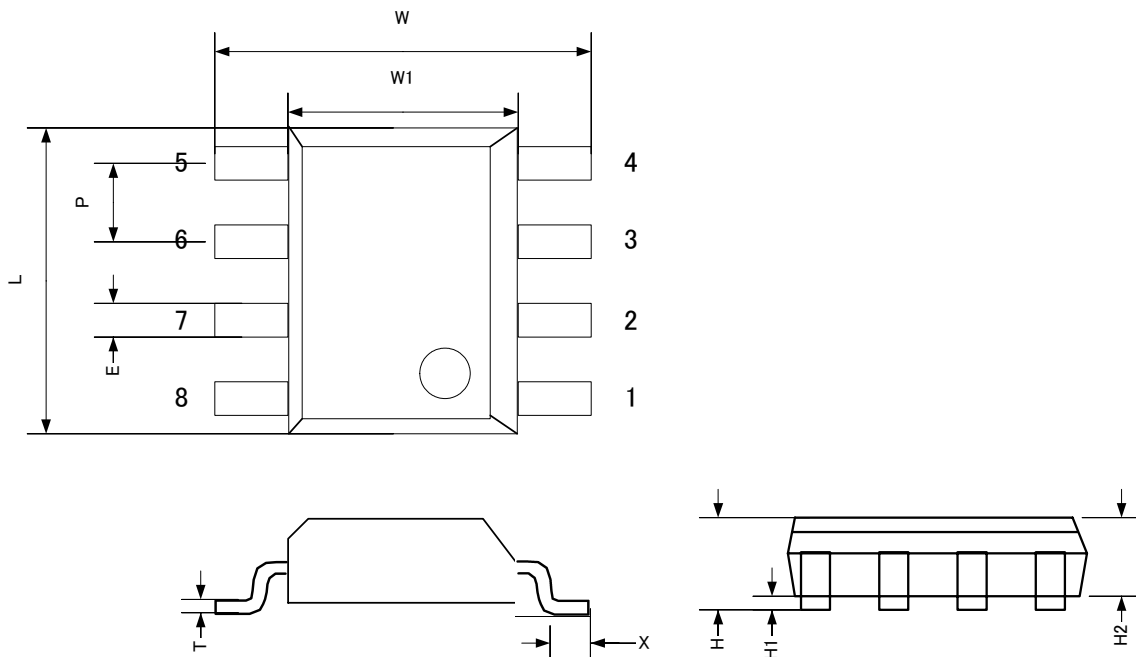

図 8 暗号処理チップ パッケージ外形寸法図
暗号処理チップは SOP8 ピンパッケージです。図 8 にパッケージの外形寸法を示します。
- 暗号処理チップは正しい方向にマウントされていますか？ 本取扱説明書「図 8 暗号処理チップ回路例」を確認し、適切な方向にマウントしてください。
- FPGA 内のピンアサインは適正ですか？ 本取扱説明書「図 8 暗号処理チップ回路例」を確認し、適切なピンアサインをしてください。